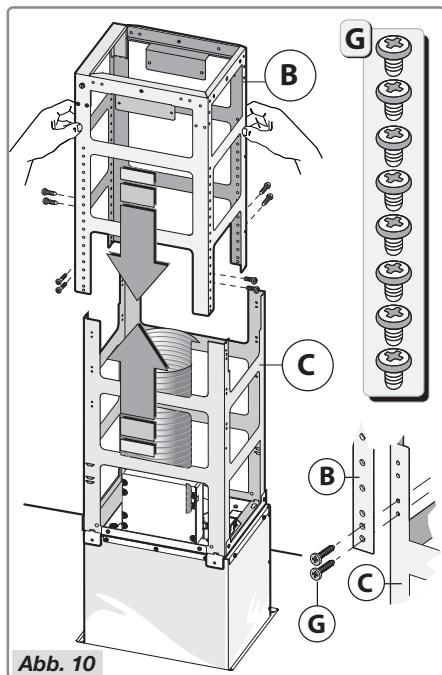

Abb. 10
- Stellen Sie die Höhe entsprechend den Maßen in Abb. 10 ein und fixieren Sie alles mit den 8 mitgelieferten Schrauben **G**.